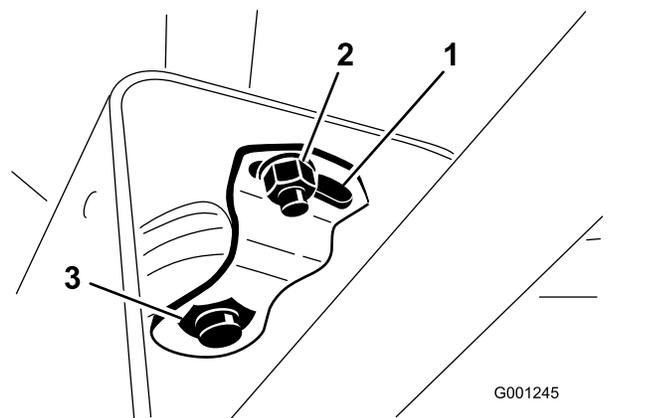

Рисунок 30
3. Ослабьте малую гайку и поверните поворотный кронштейн так, чтобы он затянул большую гайку под ним (Рисунок 30).
2. Сдвиньте кожух вверх по рулевому валу, чтобы открыть доступ к поворотному кронштейну (Рисунок 30).